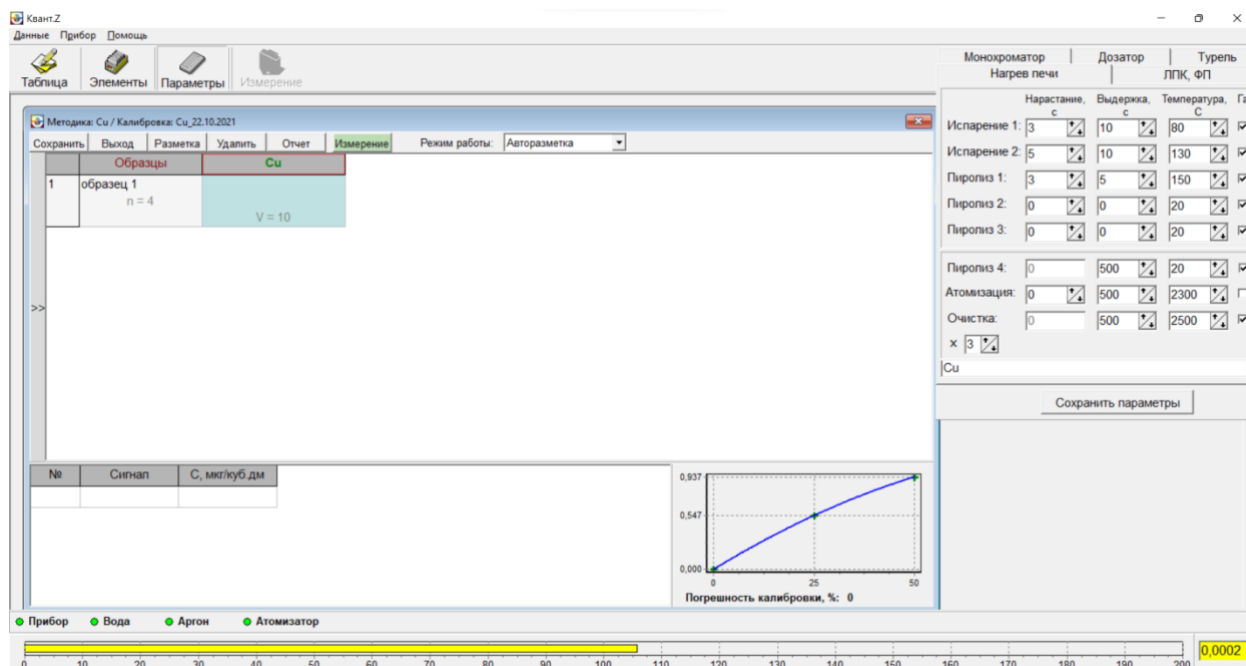

Рис. 23П – Окно «Измерение»
3.7.2 Появится окно «Измерение» (Рис. 23П), в котором отображается текущий загруженный метод (калибровка). Максимальное число строк в таблице, соответствует числу позиций проб в кассете, максимальное число столбцов - числу спектральных ламп в ламповой турели спектрометра. Если метод или калибровка до открытия окна не загрузились, таблица загрузится пустой.